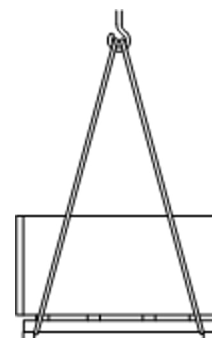

Abb. 20: Transport mit dem Kran
1. ▶ Seile, Gurte oder Mehrpunktgehänge entsprechend (Abb. 20)an der Palette anschlagen.